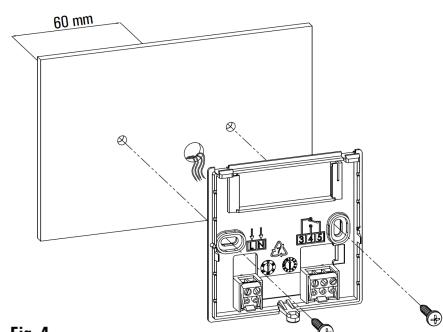

Fig. 4
- 3** Fijar la base directamente a la pared o en una caja de derivación de 2 módulos mediante los orificios de los tornillos con distancia entre ejes de 60 mm prestando atención a pasar los cables en la ranura como indica la Fig. 4.